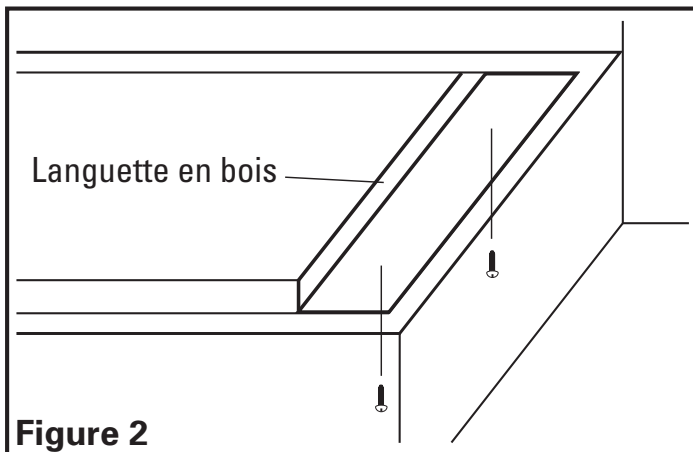

Figure 2
1. Si la hotte sera installée sous des armoires qui ont un fond en retrait, il sera nécessaire d'installer des languettes de montage en bois (non incluses) pour que la hotte s'installe correctement (**Figure 2**).